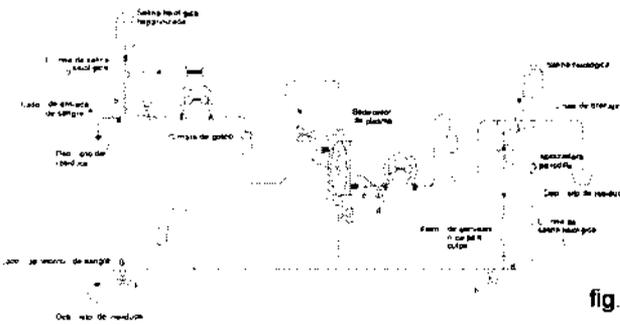

fig. 8
- ① Conecte la salina fisiológica heparinizada a la línea de salina fisiológica ②.
- ② Apriete el tubo en ① con una abrazadera y saque las abrazaderas de ③ y ④ para que circule la salina fisiológica heparinizada y para drenar del lado de entrada de sangre A (Fig. 8). Cuando se ha purgado completamente el aire de la línea de salina fisiológica ② apriete A con una abrazadera.